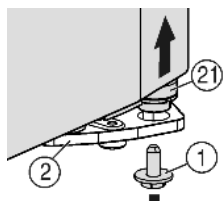
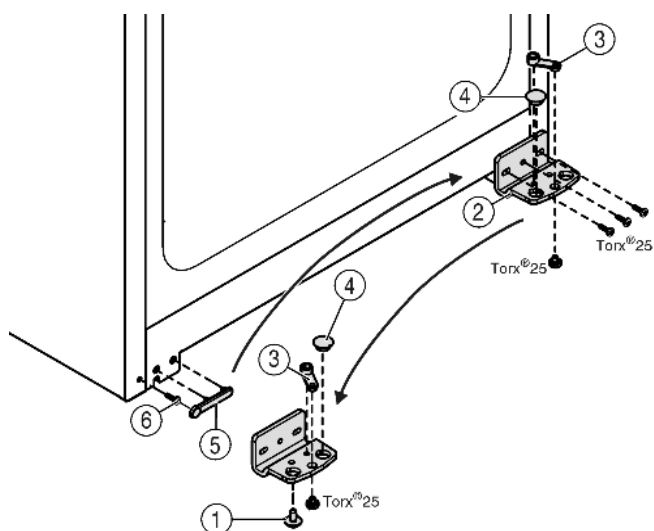

Fig. 5
Fig. 6
- ▶ Внизу справа на опорном кронштейне выкрутите фиксирующий винт Fig. 5 (1).
- ▶ Опорный палец Fig. 5 (21) можно извлечь из опорного кронштейна Fig. 6 (2).
- ▶ Если установочный винт Fig. 5 (21) не откручивается, его можно вынуть, нажав на него снизу.
- ▶ Открутите опорный кронштейн Fig. 6 (2).
- ▶ Открутите опорную деталь Fig. 6 (3) и, переставив в отверстие на противоположной стороне опорного кронштейна, снова прикрутите.
- ▶ Извлеките заглушку Fig. 6 (4) из опорного кронштейна и переставьте ее в отверстие на противоположной стороне опорного кронштейна.
- ▶ Осторожно снимите крышку со стороны ручки Fig. 6 (5).
- ▶ Выкрутите болт Fig. 6 (6) и вкрутите на противоположной стороне.
- ▶ Снова установите крышку Fig. 6 (5).
- ▶ Снова прикрутите опорный кронштейн Fig. 6 (2) на новой стороне шарнира (**с моментом 4 Нм**). При необходимости используйте аккумуляторный шурупверт.
- ▶ Вкрутите фиксирующий винт *Fig. 5 (1)* внизу в опорный палец и затяните (с моментом 4 Нм).